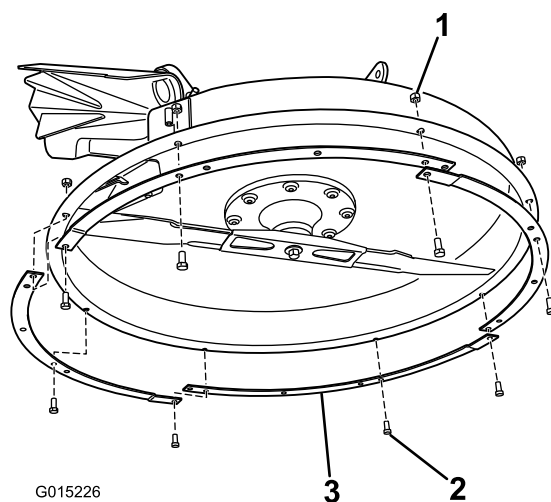

Figure 25
1. Montez les différentes sections de l'anneau sur le fond du plateau de coupe (Figure 25).